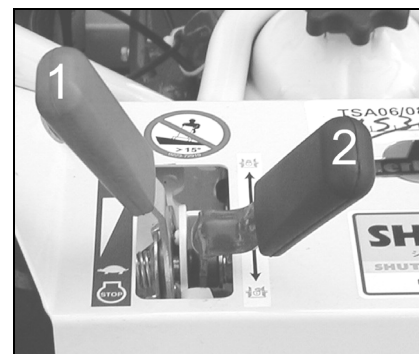

Figure 4
Levier de starter, d'accélération et stop (figure 4, repère 1)
Actionnez ce levier (figure 4, repère 2) en le poussant en avant, lorsqu'une roue motrice commence à patiner dans un terrain meuble ou humide, compromettant ainsi le bon avancement de la machine. Il est préférable d'engager le blocage du différentiel lorsque les roues tournent lentement afin de minimiser les chocs sur la transmission. Si une roue tourne vite, baissez le régime de rotation du moteur avant d'engager le blocage du différentiel. Tirez ce levier vers vous pour enlever le blocage du différentiel.
- Poussez le levier d'accélérateur sur la position starter, vers l'avant (Figure 4, repère 1).
Placez le levier d'accélération au ralenti (Figure 4, repère 1) en le retirant un peu vers l'opérateur.
Tirez le levier sur la position stop (Figure 4, repère 1).